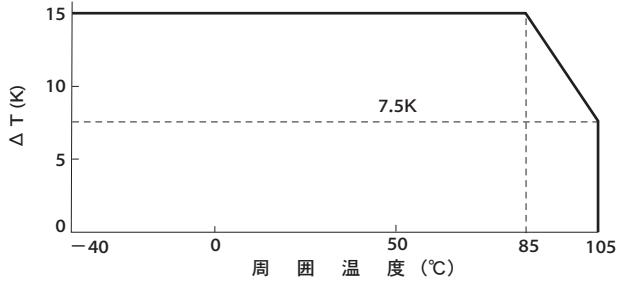

Fig.1 周囲温度と温度上昇値上限
- (1) 最大許容パルス電流は、パルス周期により表4の値以下で使用ください。
- (2) 最大許容パルス電流で使用した時、パルス電流による実効値は標準品一覧表の値以下であり、かつFig.1の温度上昇値限度以下である事を確認して使用ください。
- (3) 最大許容パルス電流の周期は、下記波形の場合、 $1/T_1$ とする。
- (4) 表4は連続通電で10年間の使用を想定した値です。表4以外の周期や連続通電でない場合等は、お問い合わせください。